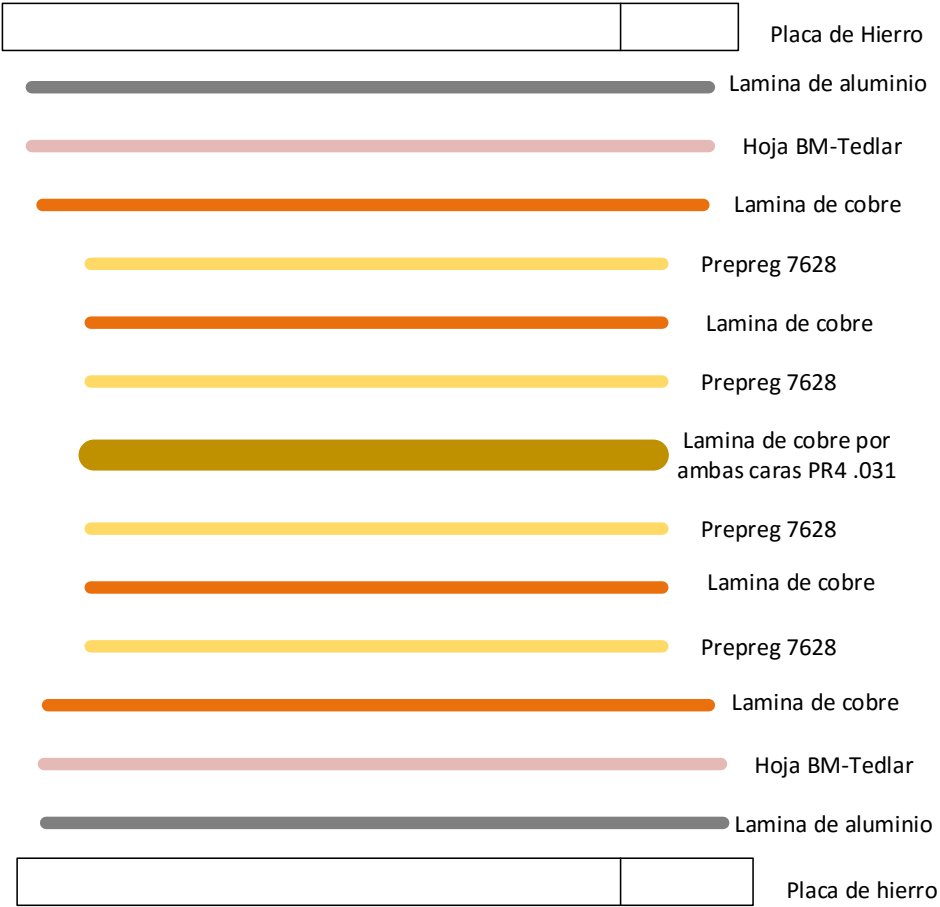

Figura 24. Estructura de las seis capas.
- Se realiza la unión de las capas TOP y BOTTOM con la 2 y 5 con la máquina Quick Press, para esto se ubicó una lámina de BM-Tedlar y otra lámina de aluminio a ambos lados de forma simétrica como se muestra en la Figura 24.